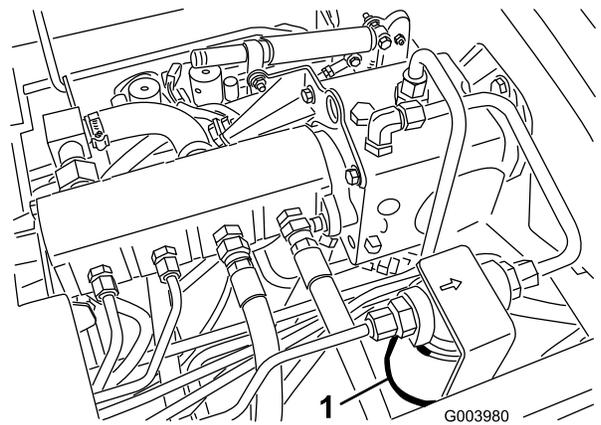
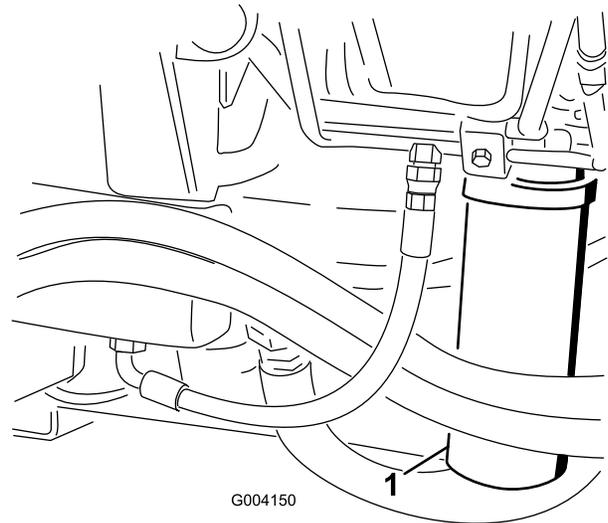

Bild 79
Bild 80
2. Reinigen Sie den Bereich um den Filterbefestigungsbereich und stellen Sie eine Ablaufwanne unter den Filter (Bild 79) und (Bild 80).